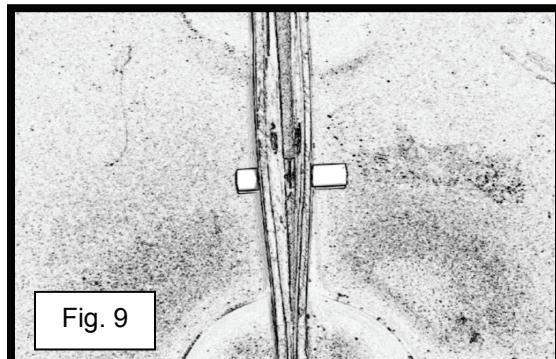

Fig. 9
- 8) Efter att röret har förts igenom båda genomföringarna, se till att röret är ungefär centrerat mellan de två uppsamlingsplattformarna (se fig. 9).